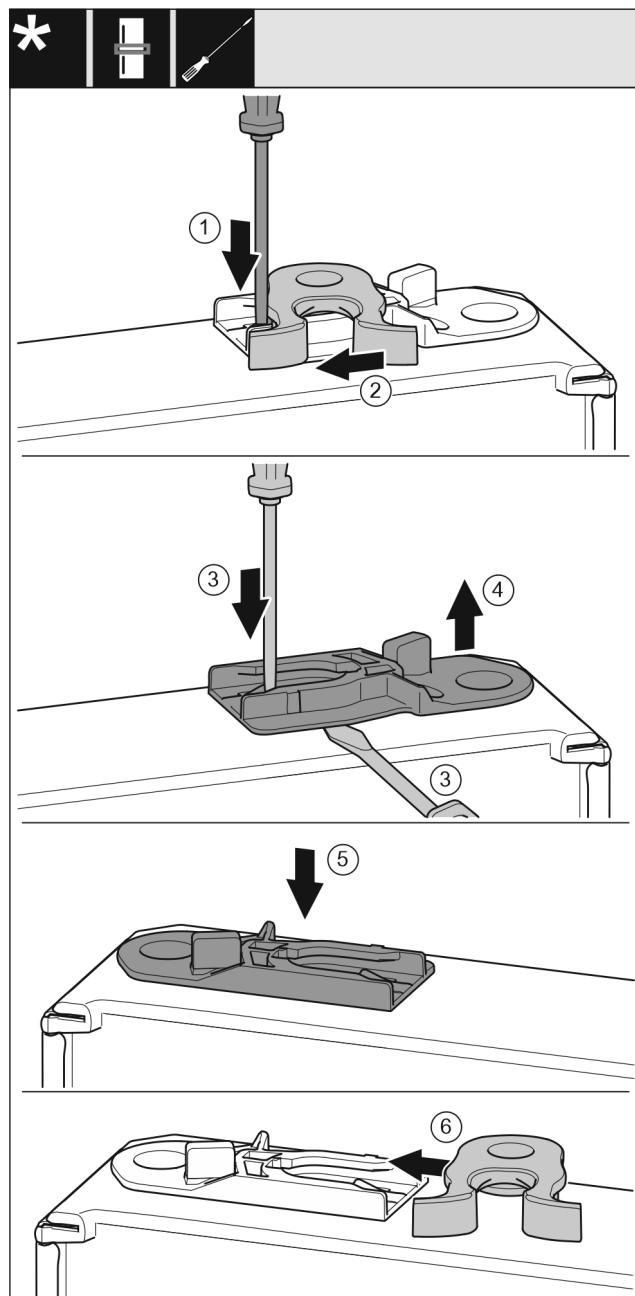

Fig. 28
- ▶ Ravnim odvijačem pritisnite jezičac prema dolje. Fig. 28 (1)
- ▶ Izvucite kuku za zatvaranje iz vodilice. Fig. 28 (2)
- ▶ Izvucite čahuru za vođenje: Ravnim odvijačem pritisnite jezičac i istovremeno umerite ravni odvijač ispod čahure za vođenje. Fig. 28 (3, 4)
- ▶ Gurnite čahuru za vođenje koja je uključena u isporuku na drugoj strani uređaja. Fig. 28 (5)
- ▶ Gurnite kuku za zatvaranje u vodilicu. Fig. 28 (6)